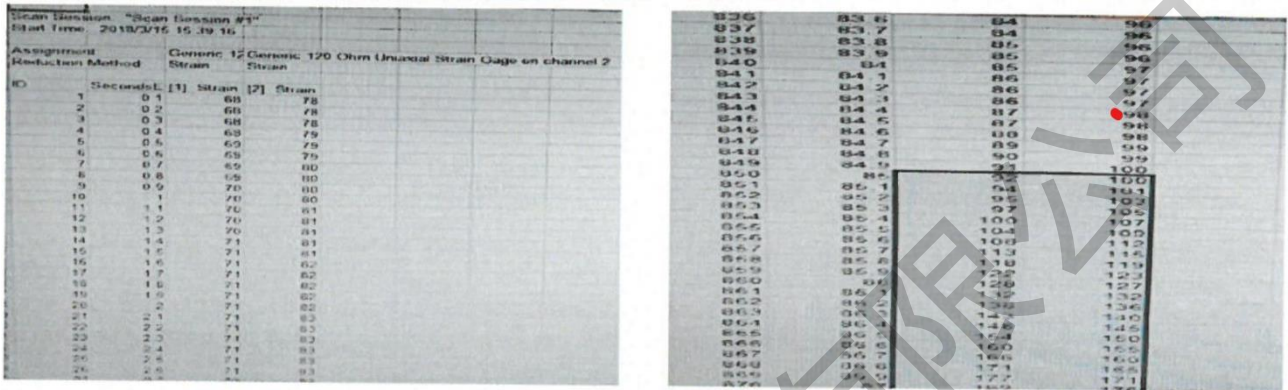

图 44 应变系数数据输入
4.4.1.1 打开一个样品的 A&B 面应变系数测试数据, 选择[[1]strain] & [[2]strain]从开始不出现重复的数据下拉到最高断裂点的数据, 除以 10 六次方后, 复制到《strain load》【a stain load】sheet [Sample1]的栏目【EDGE1】& [EDGE2]中, 在对应的【THICKNESS】处填写测试样品厚度 (要精确到小数点三位数) (图 44)。